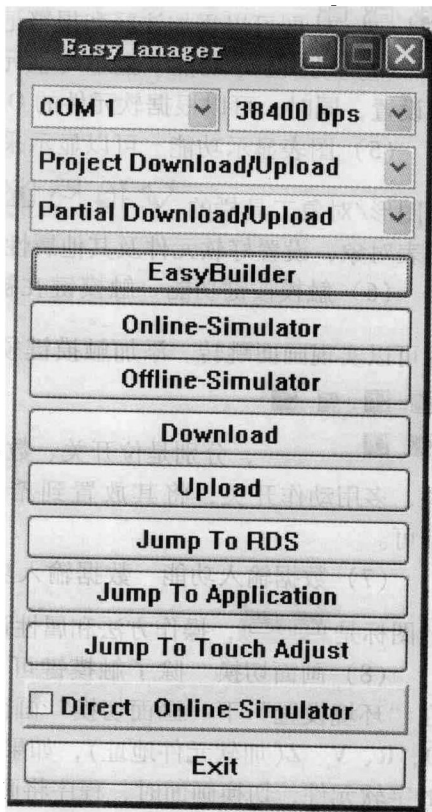

图 7-19 Easy Manager 软件管理界面
调试软件安装完成,在桌面和程序文件中生成 Easy Manager 图标,双击 Easy Manager,进入调试软件的管理界面,如图 7-19 所示。
1) 通信端口设置:在图 7-19 中“COM1”位置选择电脑与触摸屏所连接的端口。
2) 通信速率设置:在图 7-19 中“38400bps”位置选择电脑与触摸屏通信的速率。